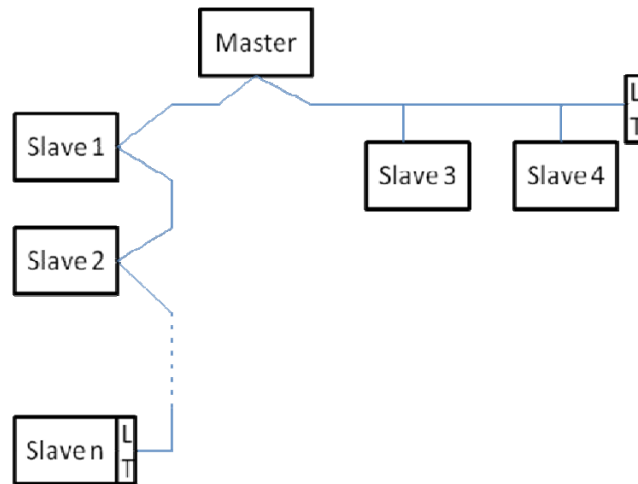

Fig. 1: Exempel på Modbus-nätverk med avslutning
Det kan enligt Fig. 1 vara nödvändigt att avsluta linjen i slutet och början med slutmotstånd (LT).